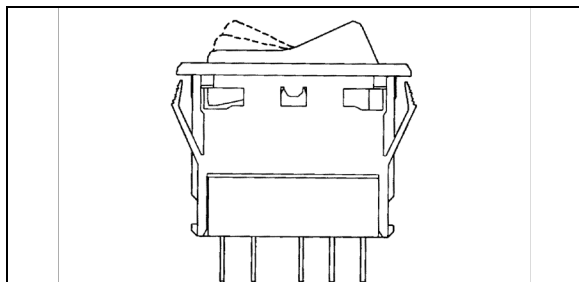

FIGURE 107: COMMUTATEUR
3. Pour installer un nouveau commutateur, inverser la procédure (Figure 107).